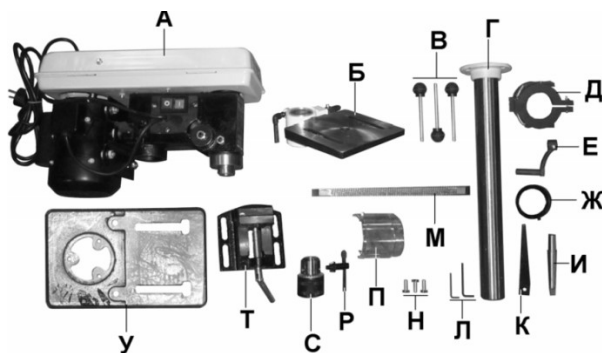

Рис. 1.
3. КОМПЛЕКТНОСТЬ СТАНКА (Рис.1)